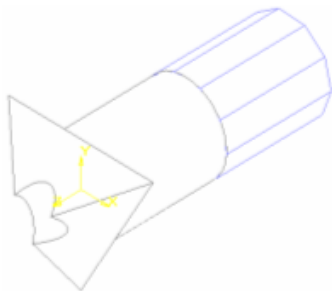
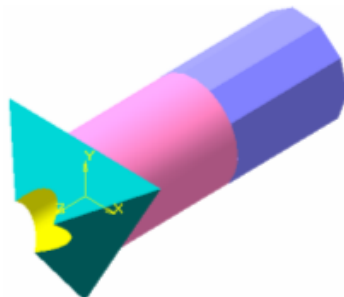

Рис. 100
Рис. 101
УПРАЖНЕНИЕ №1. Моделирование сложного геометрического объекта (рис.100,101).
7. Выполняем построение эскиза отверстия аналогично построению цилиндра (форма объектов одинакова) см. упражнение №1 лаб.раб. №7 указав радиус окружности основания отверстия 10мм (см. п..7-1, получим эскиз на рис.100) и параметр глубины отверстия (цилиндра)- Через все, т.е. через всю модель (см.рис.101). Вместо команды Операция выдавливания, указанной в п.9 выполняется